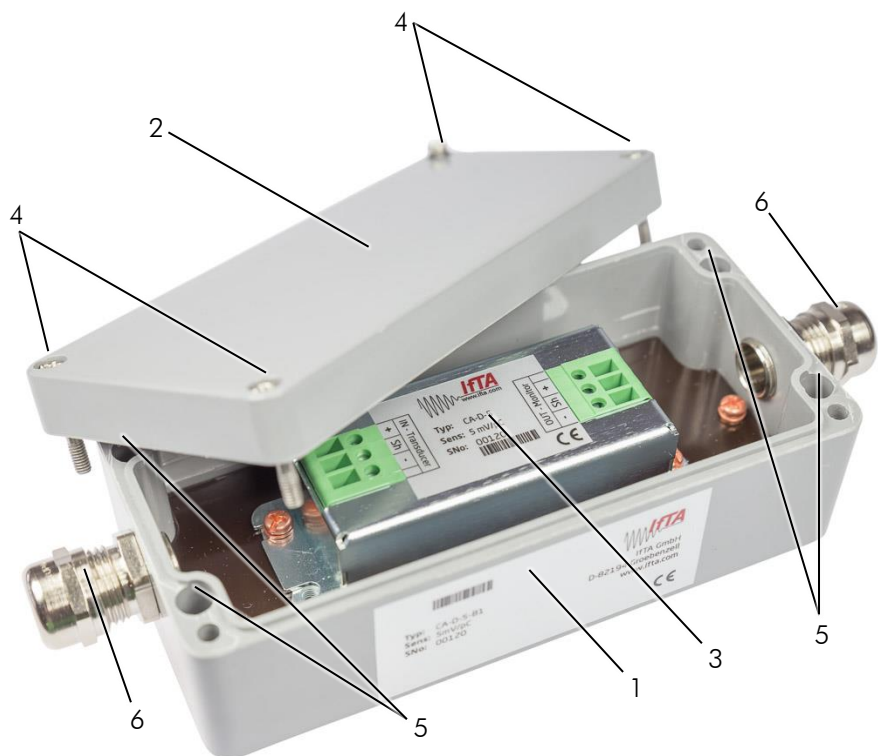

Figure 4: Aufbau des Umgehäuses (Abbildung ähnlich, Änderungen vorbehalten)
- (1) Wählen Sie einen vibrationsfreien Ort für die Montage.
- (2) Entfernen Sie den Deckel des Industriegehäuses durch Lösen der vier Deckelschrauben (siehe **Figure 4**).
- (3) Verwenden Sie die vier Fixierungspunkte (siehe **Figure 4**), um das Gehäuse auf einer geeigneten Oberfläche zu montieren.
- (4) Fahren Sie mit den im folgenden Kapitel beschriebenen Schritten fort.
- (1) Lösen Sie die Kabelverschraubungen (siehe **Figure 4**).
- (2) Führen Sie die Kabel durch die Verschraubungen bis zur vorgesehenen Position.
- (3) Ziehen Sie die Kabelverschraubung fest und überprüfen Sie, ob die Kabel durch die Verschraubung sicher befestigt sind, um eine ordnungsgemäße Abdichtung zu gewährleisten.
- (4) Fahren Sie mit dem nächsten Kapitel fort, um die Kabel an den Ladungsverstärker anzuschließen.